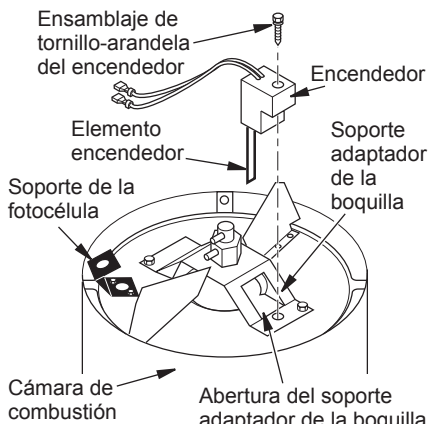

Figura 16 - Reemplazo del encendedor
6. Desmonte la cámara de combustión. Coloque la cámara de combustión de manera que el extremo del soporte adaptador de la boquilla quede hacia arriba (consulte la figura 16, página 43).